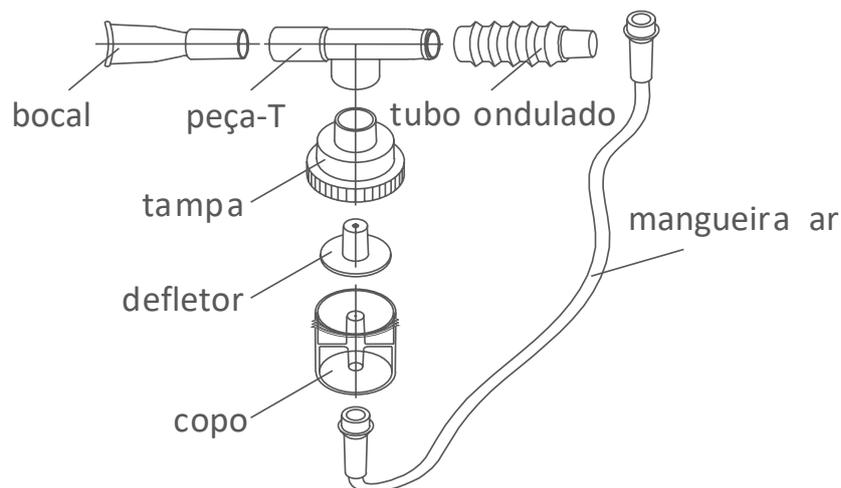

Figura 10: Partes do nebulizador
- Desligue o concentrador de oxigênio, desconecte a mangueira de ar, abra a tampa do copo do nebulizador e desmonte todas as partes do nebulizador, conforme mostrado na Figura 10.